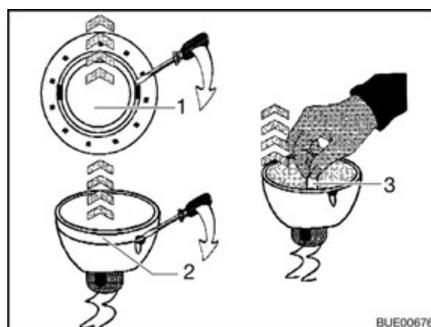

Fig. 279 Cambiar la bombilla halógena
- Soltar el anillo de cubierta interior (Fig. 279,1) de la carcasa con un desatornillador.
- Soltar el anillo de cubierta con la lámina de vidrio (Fig. 279,2) de la parte inferior de la lámpara halógena empotrada utilizando un desatornillador.
- Extraer la bombilla halógena (Fig. 279,3).